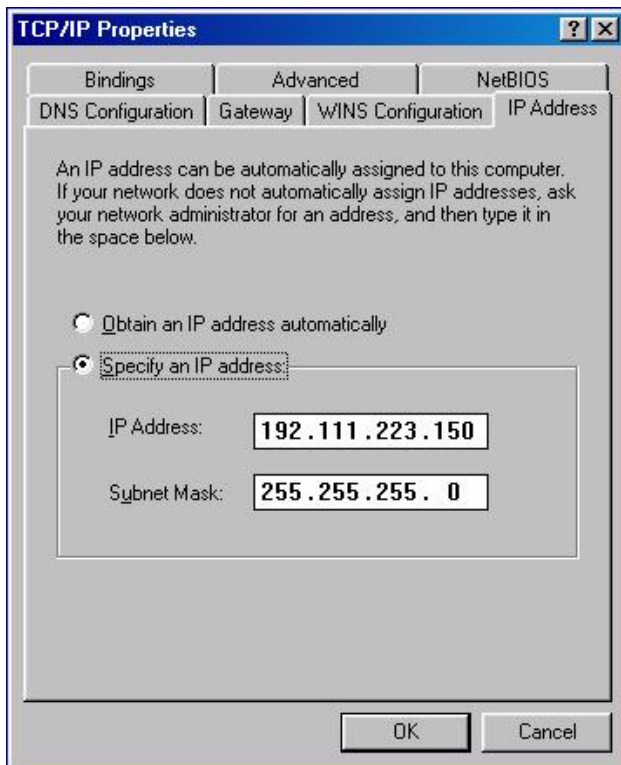

Fig. 86
- Se activará otro cuadro de diálogo; seleccione la ficha Dirección IP (IP Address). Seleccione “Especificar una dirección IP (Specify an IP address)” y rellene los espacios vacíos como se muestra en la Fig. 86.